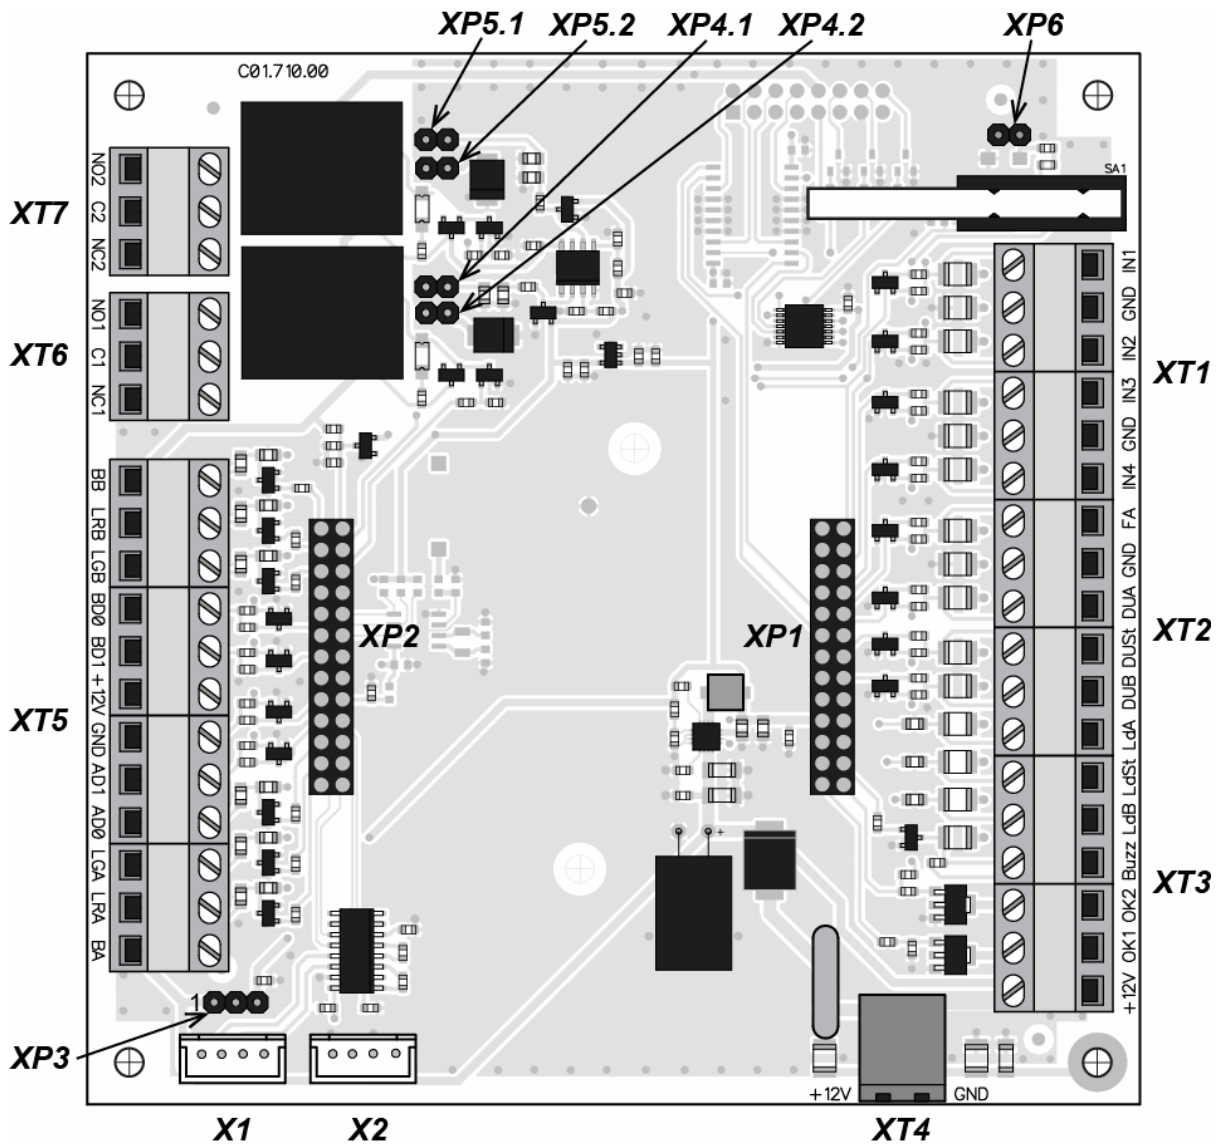

Рисунок 2. Внешний вид нижней платы контроллера
Контроллер обеспечивает контроль состояния четырех входов под управлением выходами типа «сухой контакт» или «открытый коллектор» (OK): *IN1 - IN4*. Подключение к входам осуществляется через клеммную колодку **XT1** нижней платы контроллера (см. рис. 2 и 4).